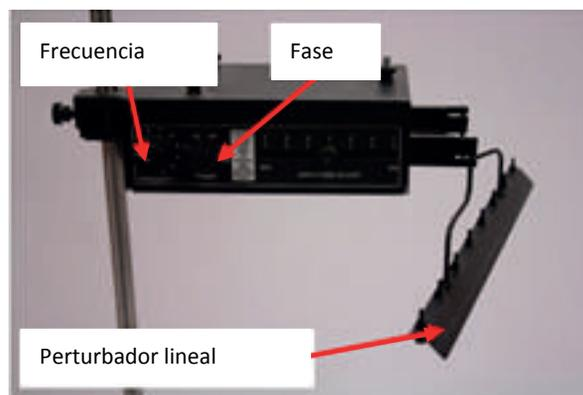

Figura 1.13. Generador de ondas
d) Coloque en el generador de ondas el perturbador lineal (Figura 1.13), y acérquelo al tanque de ondas hasta que roce el agua (los tornillos inferiores del perturbador lineal no deben tocar el agua).